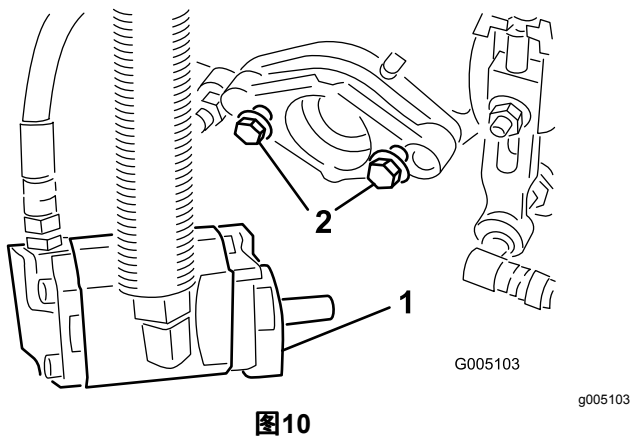

图10
6. 确保每个滚刀驱动马达安装螺栓都有大约 13mm 的螺纹露在外面 图10。
9. 然后旋紧安装螺栓 图10。